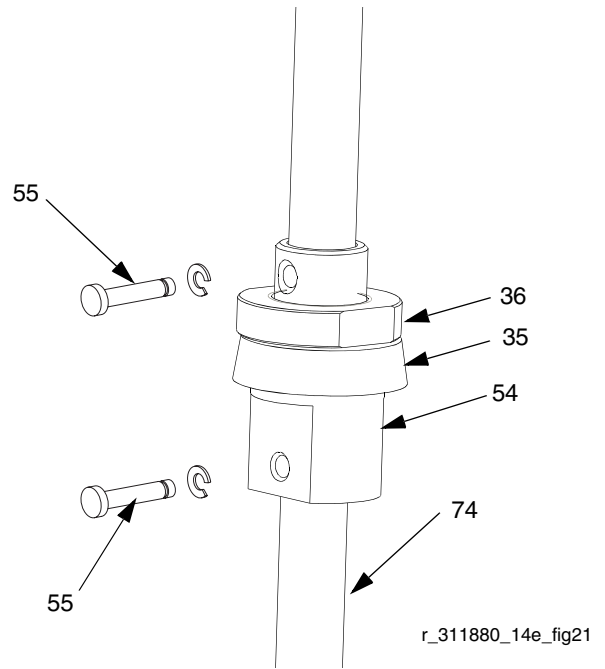

FIG. 21
- Remove pins (55). See FIG. 21.